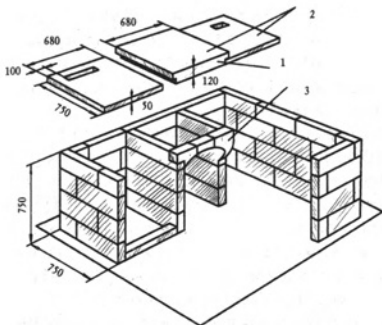

Рис. 46. Укладка основания очага (размеры указаны в миллиметрах):
5. В заключение установите детали свода и положите на них плиты (рис. 46),